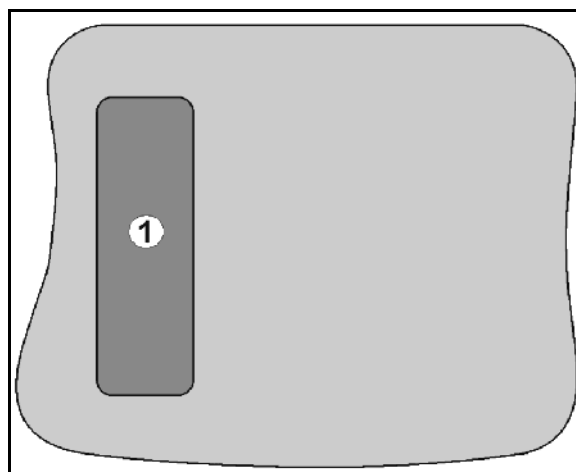

Fig. 8
- På bagsiden af apparatet sidder shift-tasten  (Fig. 8/1).